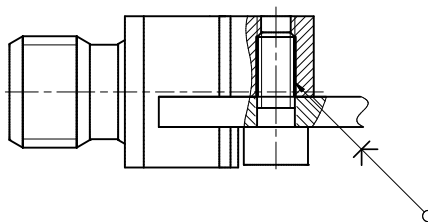

Рис. 7 – Установка винтов
- 2) Закрутите винты, момент затягивания примерно 0,4 Н·м (рисунок 7).